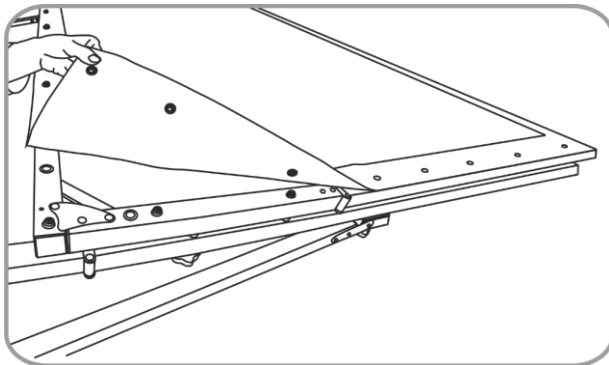
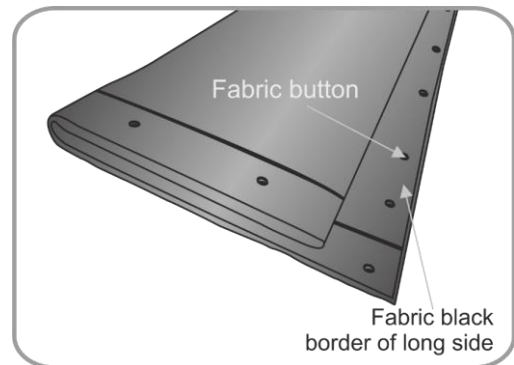
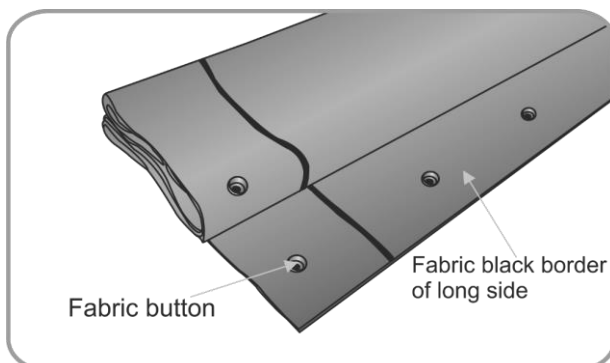
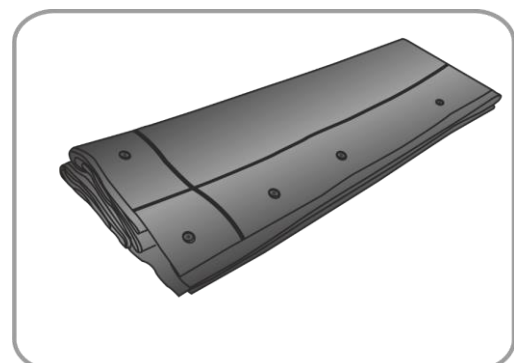

Abb. 15
Abb. 16
Abb. 17
Abb. 18
02) Nehmen Sie die Leinwand vom Rahmen, indem Sie die Knöpfe lösen (Abb. 15). Reinigen Sie die Leinwand gegebenenfalls. Falten Sie die Leinwand entlang der kurzen Seiten (Abb. 16) und falten Sie sie erneut (Abb. 17). Die 100 Zoll große Leinwand muss 3 Mal gefaltet werden und die 120 und 150 Zoll großen Leinwände 4 Mal. Falten Sie sie erneut (Abb. 18). Lassen Sie den schwarzen Rand frei, um Kratzer zu vermeiden. Führen Sie diesen Schritt nicht alleine durch. Sie benötigen dafür 2 Techniker.